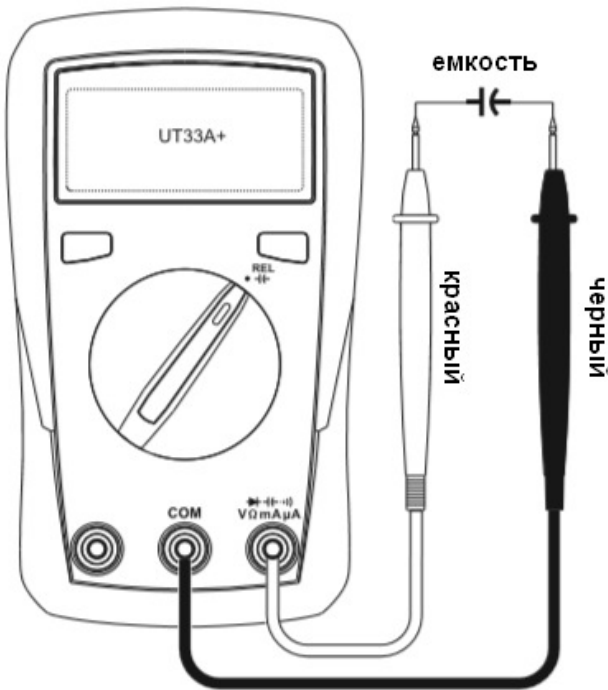

Рисунок 3
**8.5. Измерение емкости (только в модели UT33A+) (см. рисунок 3)**